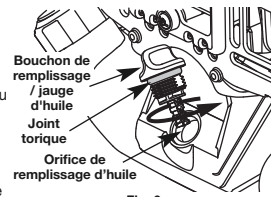

Fig. 6
2. Tenez l'appareil en position d'utilisation (Fig. 6), puis positionnez la poignée de manière à assurer une prise idéale.